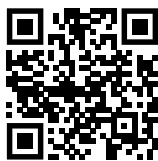

Fig. 98
- ▶ Zaženite aplikacijo Liebherr SmartMonitoring Dashboard. (glejte Fig. 98)